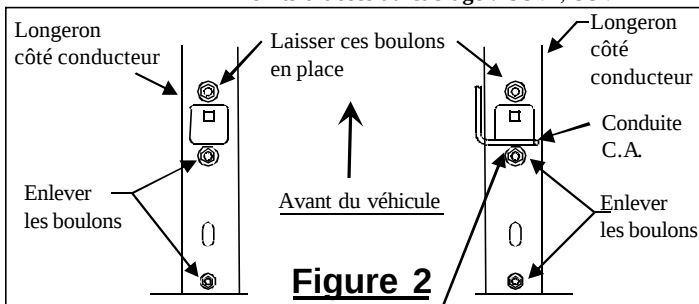

Figure 2
2. Enclencher la gaine isolante de plastique en place au-dessus de la conduite de climatisation du côté passager, à proximité du boulon s'il est présent. Voir la Figure 2 ci-dessus.
3. Enlever les boulons existants des longerons comme illustré à la figure 2, deux (2) du côté conducteur, deux (2) du côté passager, et les conserver pour l'installation de l'attelage.